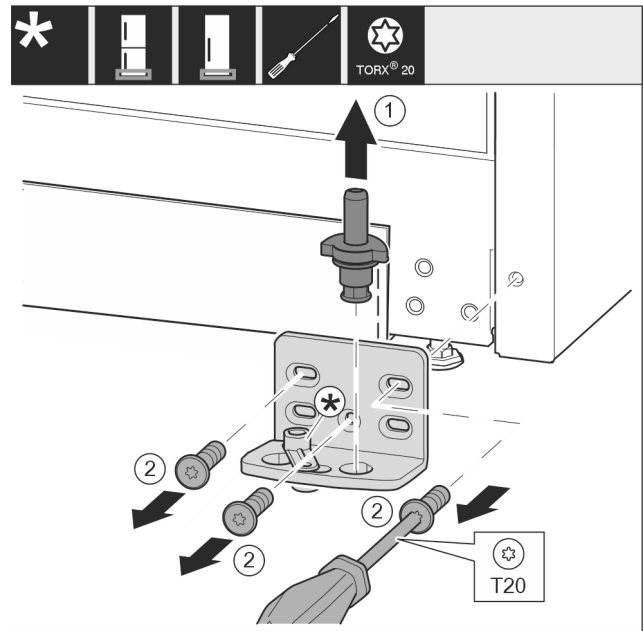

Fig. 13
- ▶ Træk hængselbolten helt opad og ud. Fig. 13 (1)
- ▶ Skru skruerne ud med skruetrækkeren T20, og tag hængselkonsollen af. Fig. 13 (2)